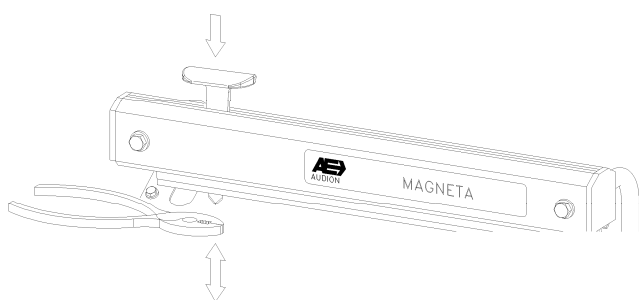

Fig. 3
7. La lama usurata può essere sostituita semplicemente premendo il portalama, estraendo la vecchia lama e inserendone una nuova. E' consigliabile usare pinze (fig. 3).
7. Quando a lâmina de cortar pode ser substituída, empurrando a lâmina retira-se introduzindo depois uma nova (recomenda-se o uso de uma pinça Fig. 3).
7. Når kniven er slidt eller knækket kan denne udskiftes ved at trykke knivholderen ned, hive kniven ud og isætte en ny. Det kan anbefales evt. at benytte en fladtang. (fig 3).
7. Förslitning avskärning - Ett slött knivblad utbyts genom att pressa ned den röda knivhållaren och dra ut knivbladet rakt ned (lämpligen med hjälp av en tang) och trycka in ett nytt emellan den fjädringsbelastade plåten i knivslåden (fig. 3).
7. En slitt kniv skiftes enkelt ved å trykke ned den røde knivholderen, dra ut den gamle kniven og skyv inn en ny. Kniven er meget skarp og det anbefales derfor å holde kniven med en tang (fig. 3).